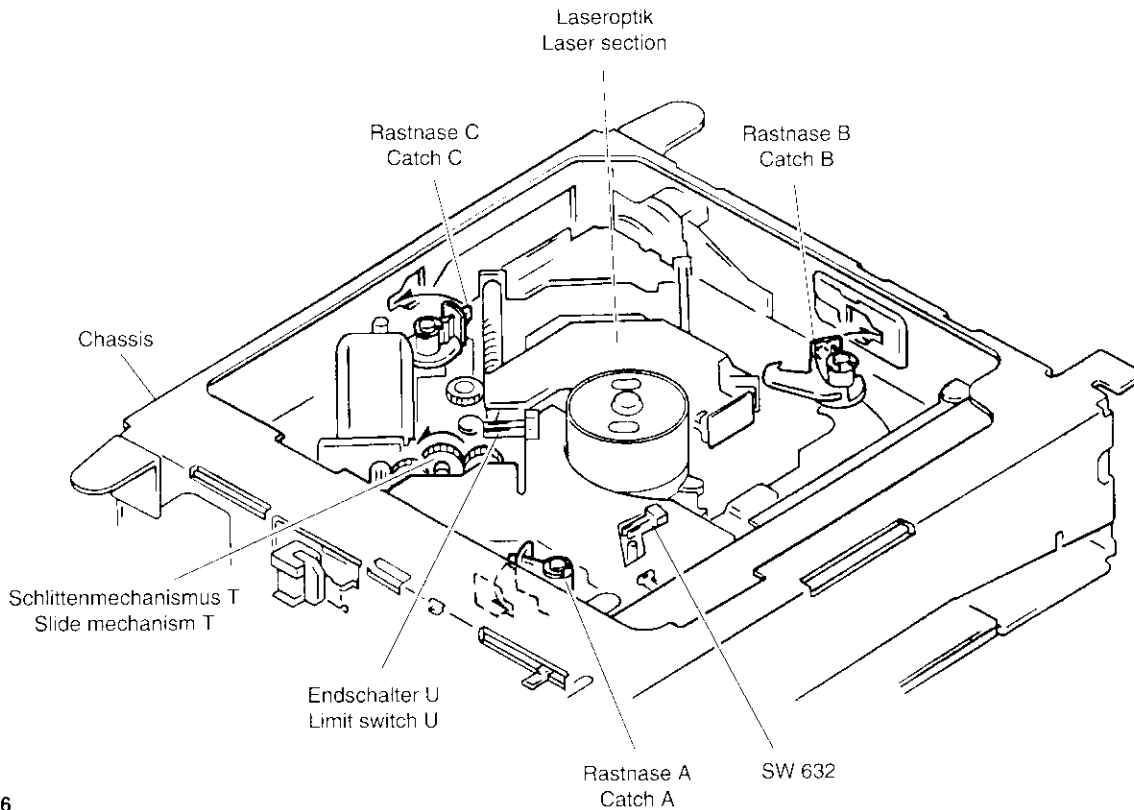

Fig. 6
- 1) Einen der Hebel X mit der Hand zur Seite drücken und gleichzeitig den Schlittenmechanismus T per Hand bewegen, Fig. 6+9.
- 1) Press one of the X levers aside while turning the slide mechanism by hand, fig. 6+9.